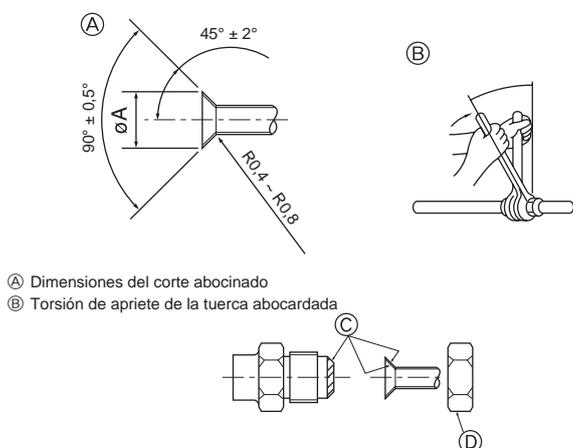

Fig. 4-1
- Aplique una capa delgada de aceite refrigerante a la superficie tubo y de la junta de asiento antes de apretar la tuerca de abocardado. Ⓐ (Fig. 4-1)
- Utilice dos llaves de apriete para apretar las conexiones de los tubos. Ⓑ (Fig. 4-1)
- Aplique aceite refrigerante para máquinas en toda la superficie abocinada. Ⓒ (Fig. 4-1)
- Utilice las tuercas abocardadas para el siguiente tamaño de tubería. Ⓓ (Fig. 4-1)
Ⓐ (Fig. 4-1)
Ⓑ (Fig. 4-1)